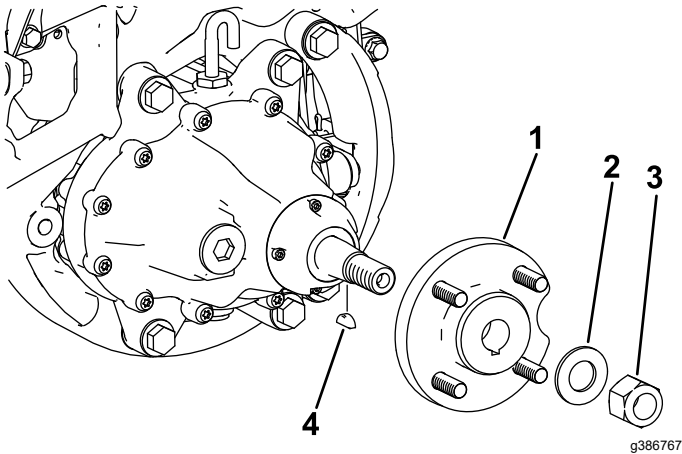

Figure 8
1. Reposez le moyeu de roue avant avec le contre-écrou et la rondelle correspondants (Figure 8).
3. Installez la clavette disque (Figure 8).